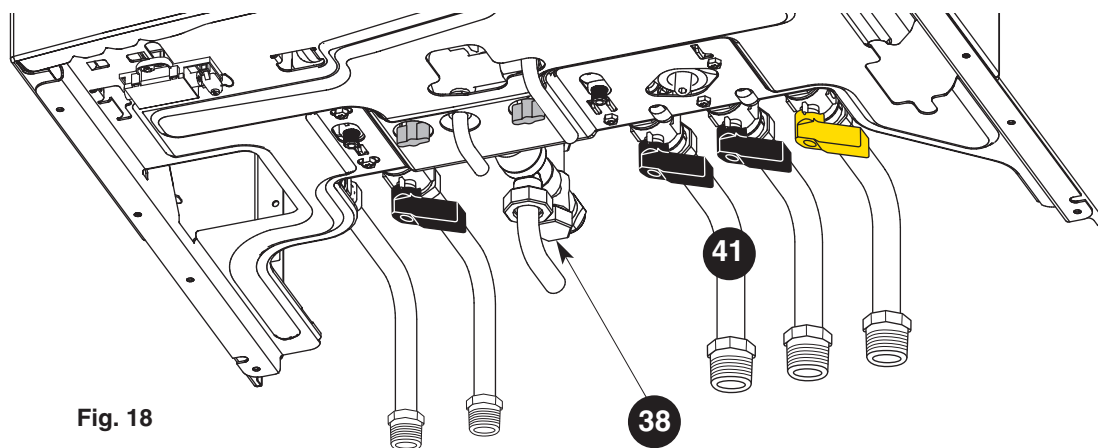

Fig. 18
- de afvoerkraan van de veiligheidsgroep van de boiler **38** (fig. 18) openen. Het water loopt weg naar de afvoer.